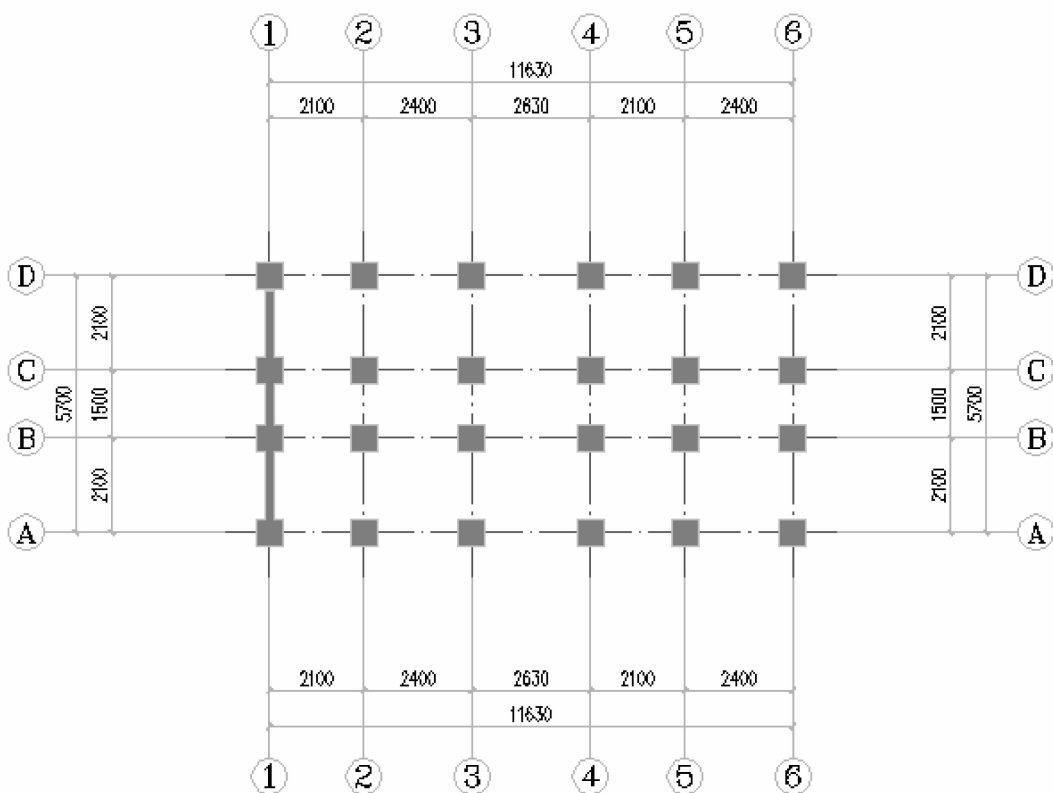

图 3-21 用于墙柱保温的墙体
(1) 绘制好墙体，准备进行墙柱保温，如图 3-21 所示。
(1)在图 3-21 的基础上进行操作，执行“墙体”→“墙体工具”→“改墙厚”命令，命令行提示如下：